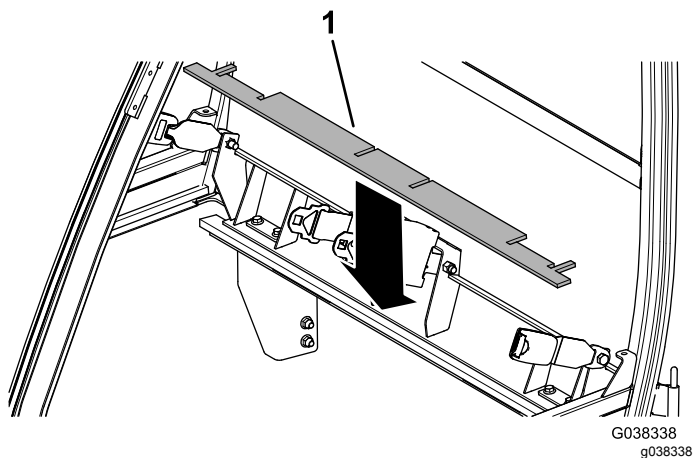

Figura 14
9. Montate la tenuta in schiuma sintetica posteriore superiore (Figura 14).